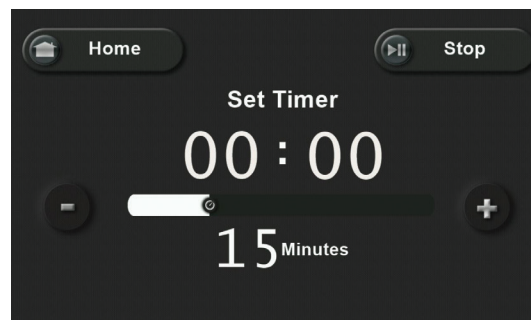

Fig. 1
3. Brug skyderen til at justere timeren. Den maksimale tid er 30 minutter. (Fig. 1)